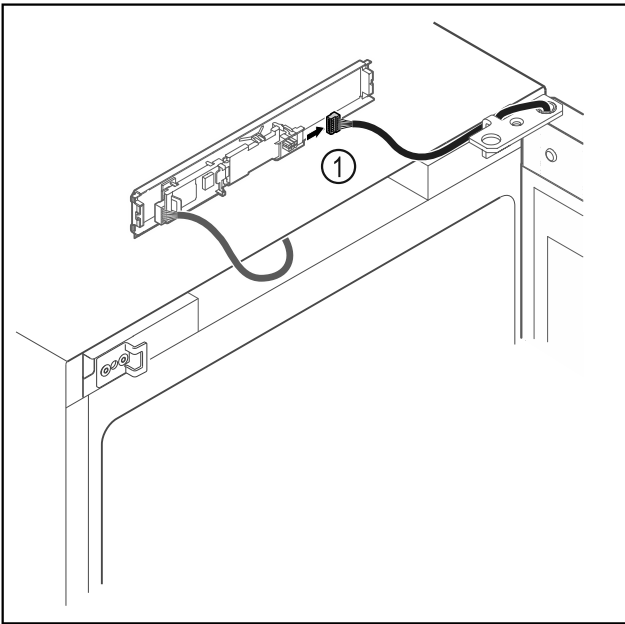

Fig. 12
- Irrota pistoke Fig. 12 (1) levystä.